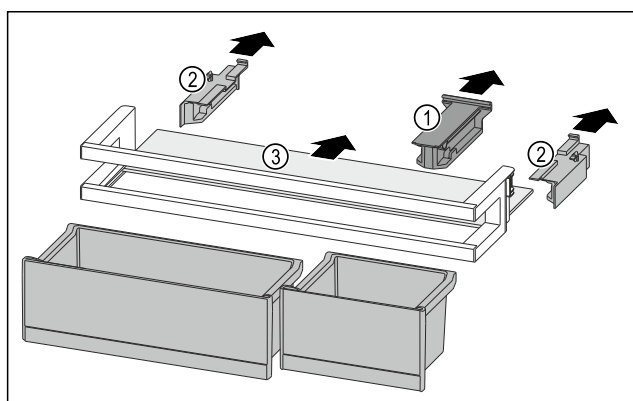

Fig. 90
- Estrarre l'elemento di tenuta Fig. 90 (1).
- Togliere gli elementi laterali Fig. 90 (2).
- Rimuovere il ripiano Fig. 90 (3).